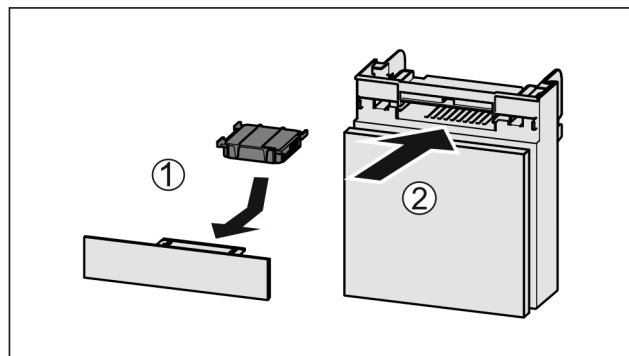

Fig. 172
- Insérer le filtre à charbon actif d'après le schéma Fig. 172 (1).
- Insérer le compartiment Fig. 172 (2).